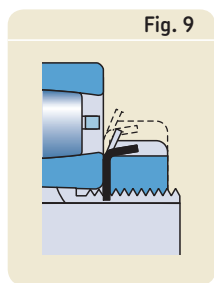

Fig. 9
- L-utförandet byts standardmuttern KM och låsbrickan MB ut mot en KML-mutter och MBL-låsbricka, som har lägre sektionshöjd (→ fig. 9)